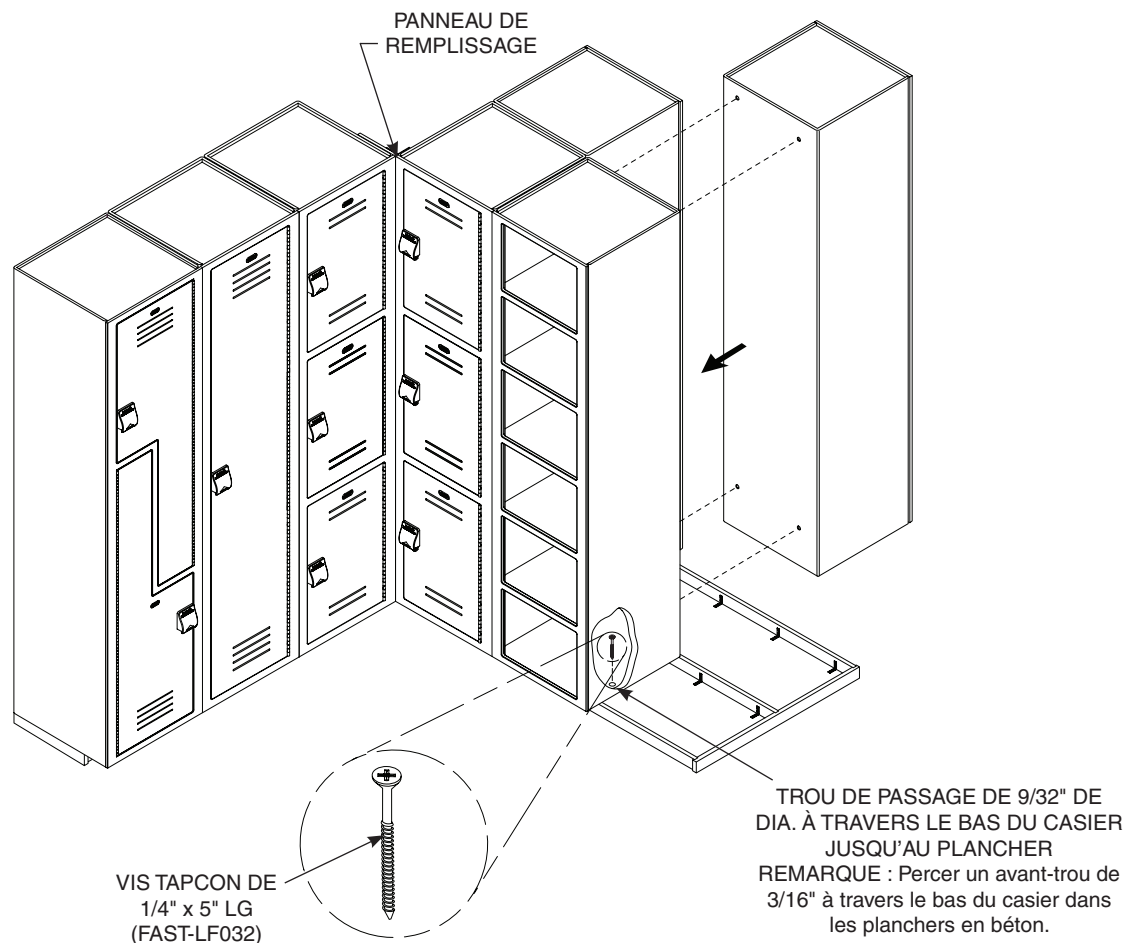

Figure 9
4. Percer quatre trous de 9/32 po à travers l'arrière d'un des casiers accolés (voir Figure 9). Attacher les casiers l'un à l'autre avec les vis n° 10-24 et manchons filetés n° 10-24 x 3/4 po fournis.